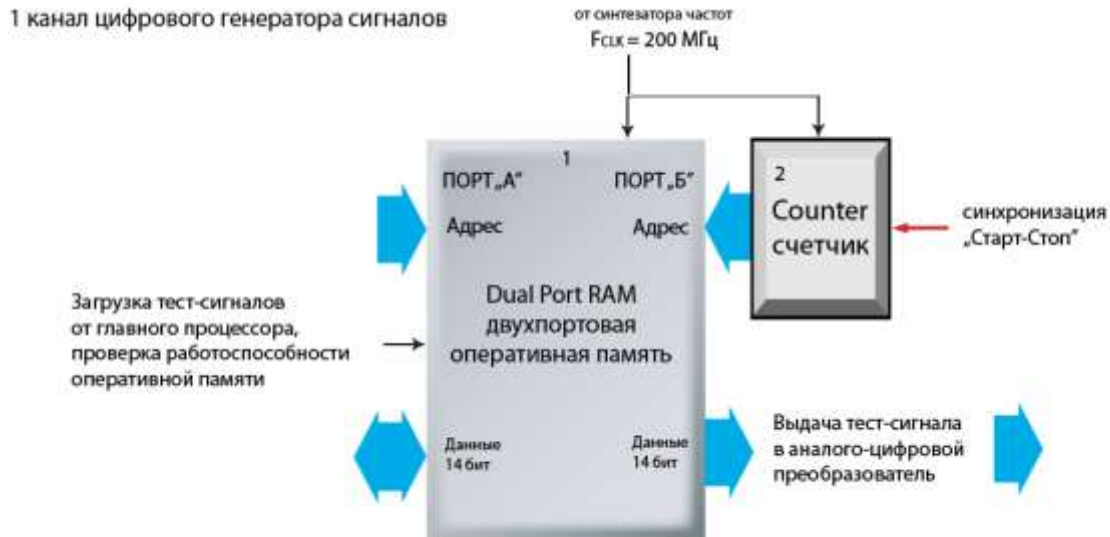

Рис.10.1. Блок-схема цифрового канала формирования тестовых сигналов.
**Погрешности синтеза частот и временных интервалов.** В синтезаторе СС306 цифровой генератор сигналов 6 (Рис.5.1.) содержит два одинаковых канала формирования тест-сигналов. Структура канала показана на Рис.10.1. Информация о тест-сигнале «по точкам» хранится в высокоскоростной двухпортовой памяти 1. Через порт «А» производится загрузка тест-сигнала, а его вывод на аналого-цифровой преобразователь осуществляется через порт «Б» с частотой 200 МГц.